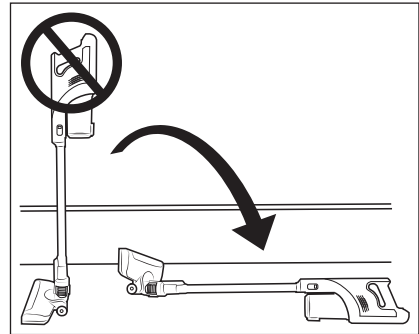

Abb. 9
- Die Saugöffnungen des Gerätes und der Bodenbürste ②② und das Saugrohr ②④ müssen jederzeit frei sein und dürfen nicht verstopft werden. Verstopfungen führen zu Überhitzung und Beschädigung des Motors.
- Achten Sie darauf, dass der EPA-Filter ⑤ immer eingesetzt ist, bevor Sie das Gerät verwenden.
- Versuchen Sie nicht den Staubsauger aufrecht hinzustellen, wenn Sie ihn zwischenzeitlich abstellen oder aus der Hand legen wollen. Setzen Sie den Staubsauger dafür in die Wandhalterung ⑬ oder legen Sie ihn auf den Boden (siehe Abb. 9 und 10). Der Staubsauger kann ansonsten aufgrund seines hohen Schwerpunkts umkippen und beschädigt werden und unter Umständen beim Umkippen weitere Gegenstände beschädigen.